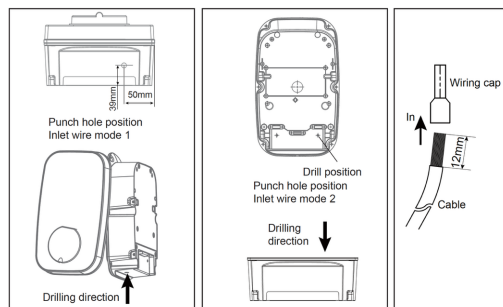

Fig. 13
- Rispettare le dimensioni e la posizione indicate nella figura (riferimento fig. 13).
- a5. Collegare il cavo alla morsettiera come indicato nella sezione «Collegamento del cablaggio elettrico» (riferimento fig. 13). Mantenere la corrispondenza dei conduttori L/N/PE (monofase) o L1/L2/L3/N/PE (trifase).